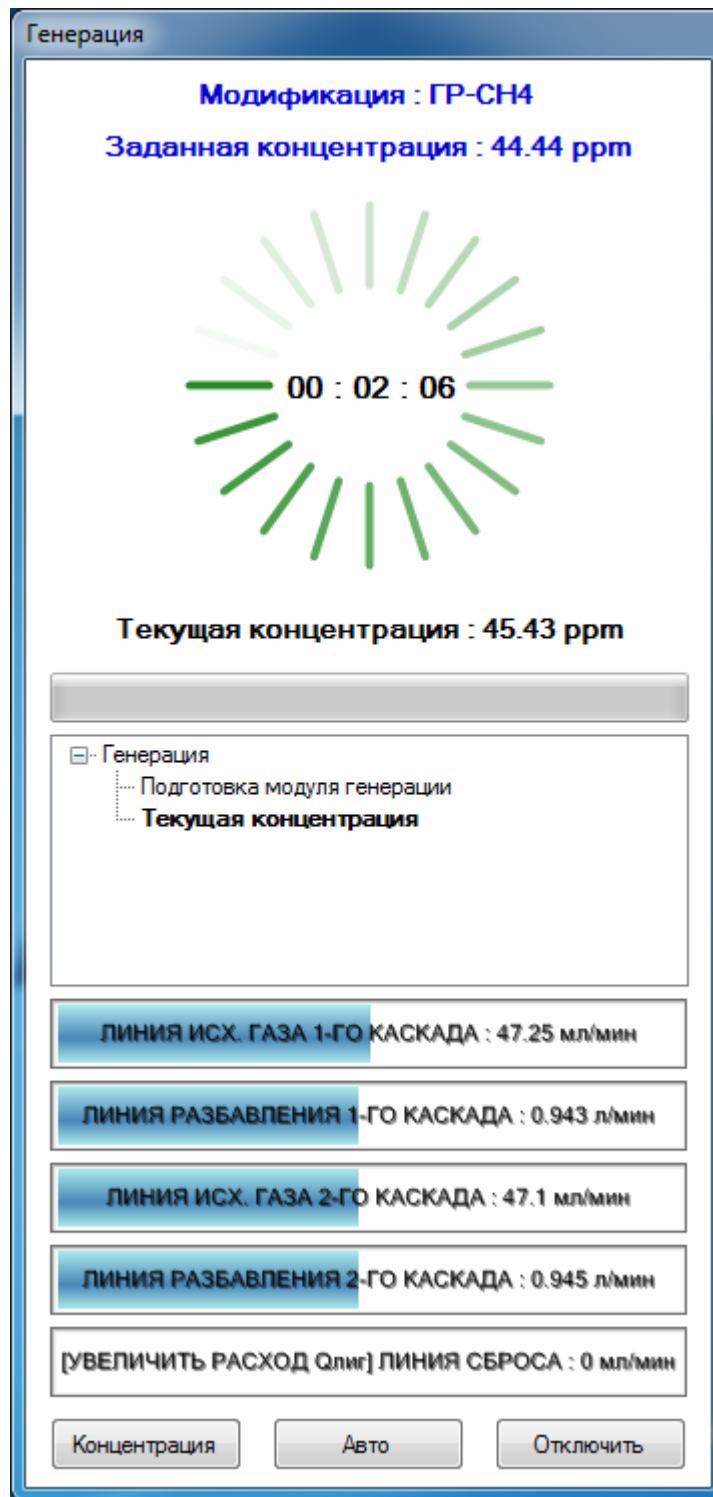
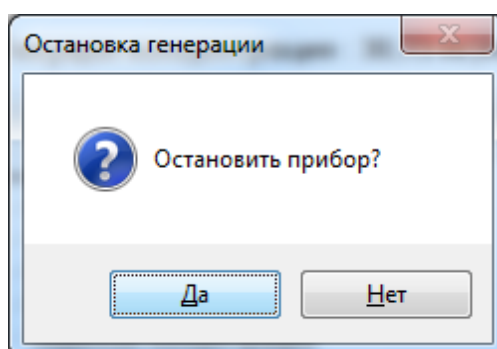

Рисунок 8 Окно режима разбавления
Рисунок 13 Диалоговое окно остановки генератора
2.4.7.1 В этой версии программы окно режима разбавления предназначено для отображения текущего состояния, концентрации и непосредственного управления генератором-разбавителями (рис. 8).
Программа перейдет в режим управления автогенерацией. Далее откроется окно режима генерации (см. рис. 8), в котором список заданий прибора будет заполнен в соответствии с установленным алгоритмом автопереключения. Шаги автогенерации будут выполняться автоматически.
Остановка разбавления осуществляется нажатием кнопки «Отключить» в окне режима разбавления (см. рис. 8) — в появившемся диалоговом окне с вопросом «Остановить прибор?» (рис. 13) об отключении прибора нажмите кнопку «Да» для остановки генератора, либо нажмите кнопку «Нет» для отключения только программы.